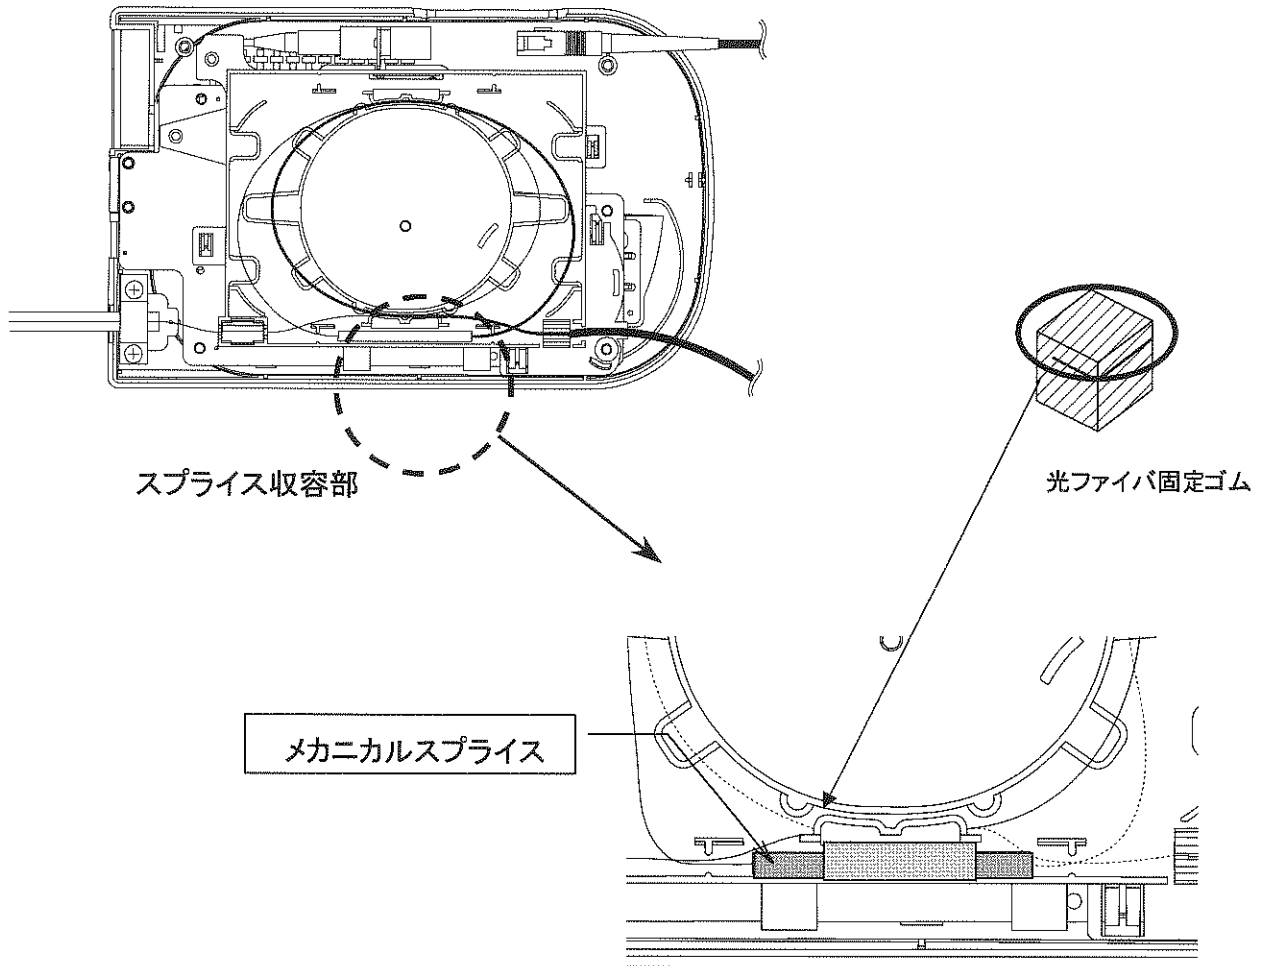

図 4-30 内部接続用ケーブルの余長処理
スプライストレイのスプライス收容部にメカニカルスプライスを收容します。本製品添付の光ファイバ固定ゴム(付属品⑥)の上端部(切れ目の薄い方)をハサミ等で切り取り、メカニカルスプライスの上からスプライス收容部に押し込み固定します。(図 4-30 参照)